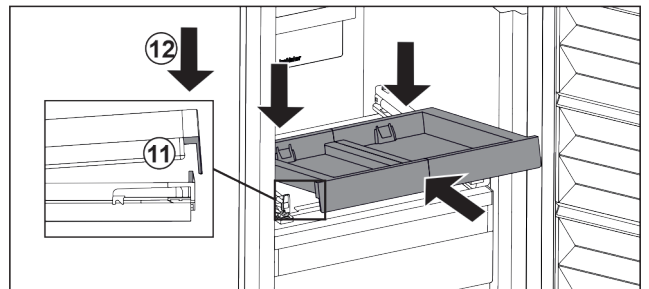

Fig. 143
- ▶ Tolja be ferden. Ügyeljen arra, hogy az ütköző mindkét oldalon a fül mögé kerüljön. Fig. 143 (11)
- ▶ Helyezze le a kihúzható rács elejét. Fig. 143 (12)